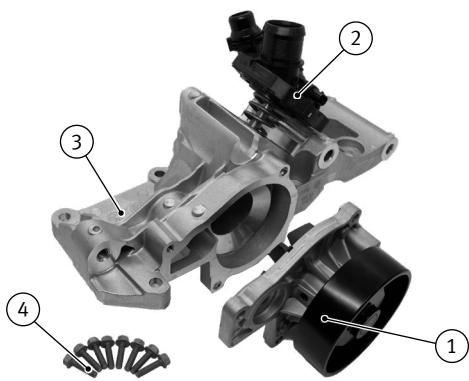

Abb. 1/Fig. 1/Puc. 1/图1
- Compris dans l'ensemble de livraison 7.10942.20.0 (Fig. 1) : pompe à eau (1), thermostat (2), boîtier (3), 8 × vis M6 × 1,0 (4).
- В комплект поставки 7.10942.20.0 (Рис. 1) входит: водяной насос (1), термостат (2), корпус (3), 8 × винтов M6 × 1,0 (4).